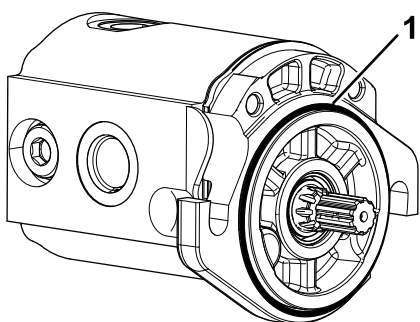

Figura 7
- Montate l'o-ring sul motore dei cilindri (Figura 7).